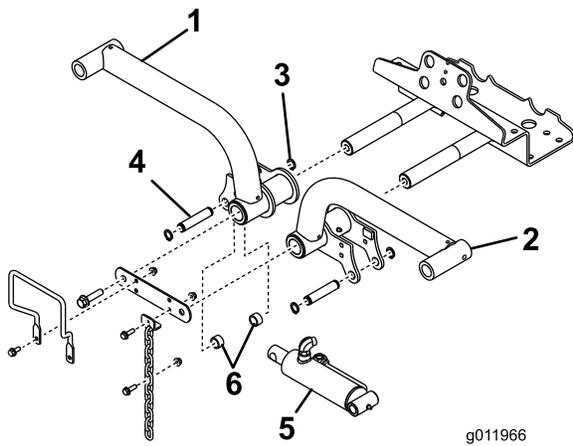

图 15
4. 将提升臂插到提升臂枢轴上图 15 用之前卸下的提升臂枢轴连杆和螺栓分别固定。
- 用 2 个安装销和 2 个隔片将提升油缸的右端固定至右提升臂上(图 15)。用卡环将其固定。